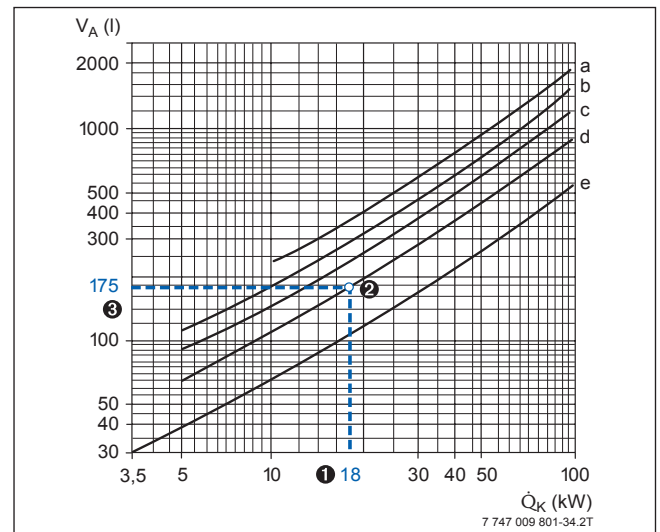

Bild 14 Anhaltswerte für den durchschnittlichen Wasserinhalt von Heizungsanlagen (nach ZVH-Richtlinie 12.02)
In Abhängigkeit von verschiedenen Parametern der Heizungsanlage lässt sich das Anlagenvolumen aus Bild 14 ablesen.
- Gesamtwasserinhalt der Heizungsanlage = 175 Liter (→ Bild 14, Kurve d)
Das nach Punkt 3 in Bild 14 abgelesene Anlagenvolumen muss kleiner sein als das maximal zulässige Anlagenvolumen. Wenn das nicht zutrifft, ist ein größeres Ausdehnungsgefäß zu wählen.
- Erforderlich ist ein AG mit 12 Litern Inhalt, weil dafür das nach Bild 14 ermittelte Anlagenvolumen kleiner als das maximal zulässige Anlagenvolumen ist.